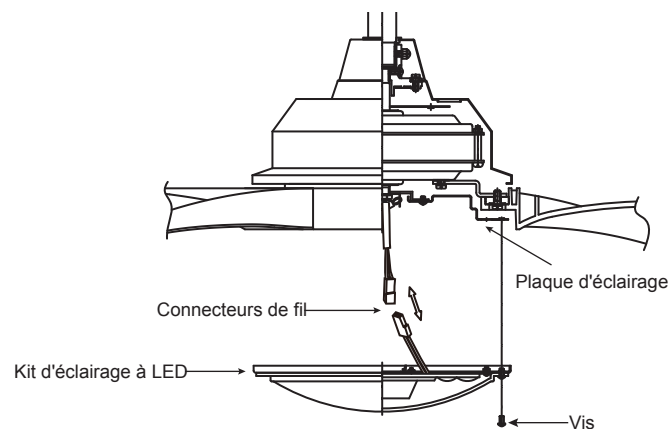

Fig. 17
Étape 1. Desserrez les deux vis de montage à l'intérieur du kit d'éclairage à LED. (Fig.17)
Étape 2. Tout en retenant le kit d'éclairage à LED sous le moteur du ventilateur, effectuez les connexions. (Fig. 17)
Étape 3. Rentrez soigneusement les connexions dans la plaque lumineuse. Placez le kit d'éclairage à LED près de la plaque d'éclairage en le fixant à l'aide de deux vis (Fig.17).